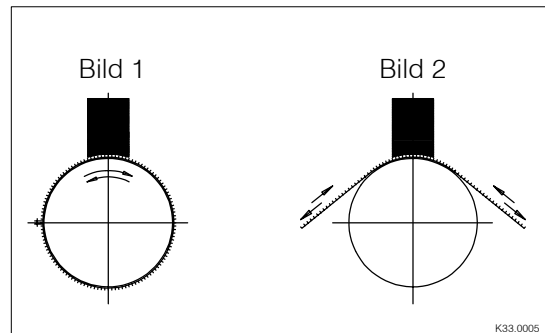

Abb. 4: Einschleifen der Kohlebürsten
- Bei Motoren, deren Wellenenden frei zugänglich sind und deren Rotoren sich leicht von Hand drehen lassen (Abb. 4, Bild 1):
- Bei schwerbeweglichen Motoren und Motoren, deren Wellenenden nicht zugänglich sind, müssen die Kohlebürsten jedes Pols einzeln eingeschleift werden (Abb. 4, Bild 2):